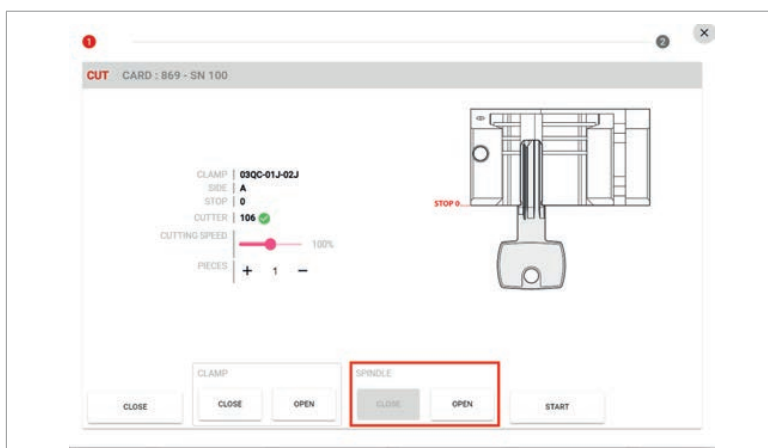

Fig. 83
- 1) Select "OPEN SPINDLE" (Fig. 83).